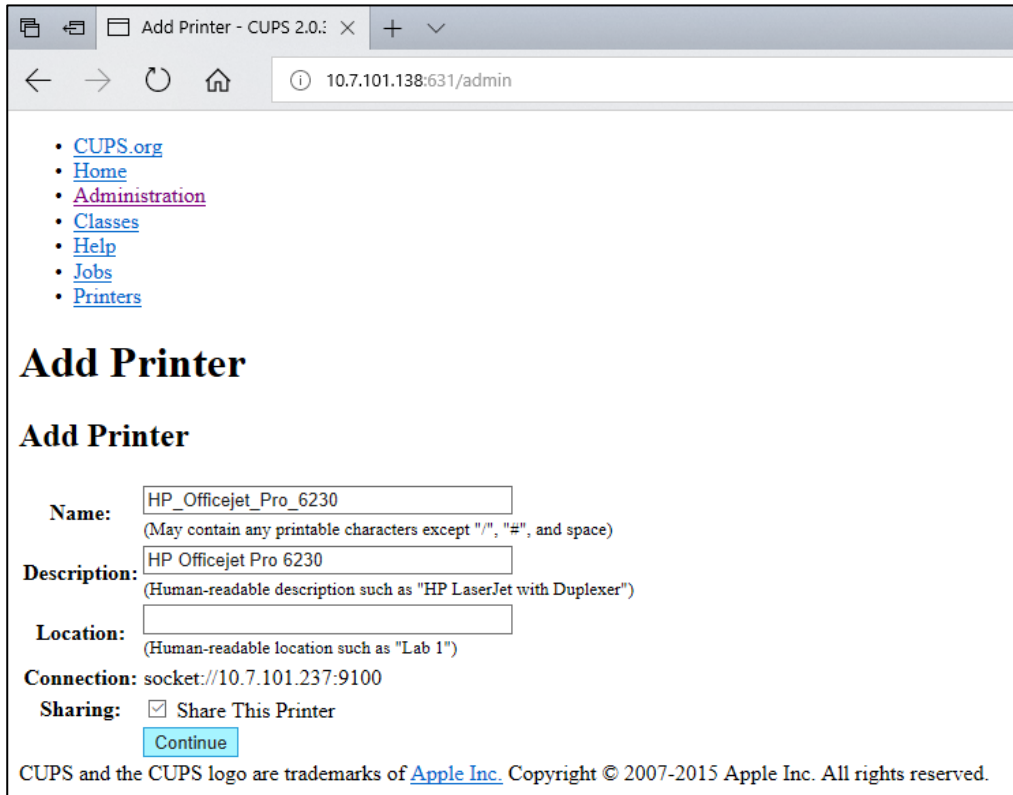

Figure 82. Écran Add printer (Ajouter une imprimante).
5. Sélectionnez Share this printer (Partager cette imprimante) et appuyez sur Continue (Continuer) (figure 82).